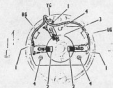

Abb. Nr. 9
- (20) Nutenrad überprüfen, welches zu erkennen ist, bevor eine der Hauptwellen bis auf die minimale Länge von 4,8 mm abgenutzt ist, oder der ange Teil der dritten Nuten (Dreistufen) bis auf die gesamte Breite der Nuten abgenutzt ist (siehe Abb. Nr. 9).
- (21) Prüfen, daß sich die Nuten in den Elektroten frei bewegen können und den Nuten-
- federdruck mit einer Lehre vom Eindruck 140 und 200 g liegen wenn das Unterteil der Nuten mit dem Schlitten in den Nutenkasten bündig abschließt (siehe Abb. Nr. 9). Nutenrad erneuern sofern die Feder unzufriedenstellend sind.
- (22) Anker auf offene oder kurzgeschlossene Kreise testen. Stromlasteile von 110V und 15 Watt verwenden und fehlerhaften Anker erneuern.
- (23) Zahnrad auf Beschädigung oder übermäßige Abnutzung prüfen. Ggf. erneuern.
- (24) Zerlegungsschritte (13) bis (19) in umgekehrter Reihenfolge vornehmen. Folgende Punkte beachten.
- (a) Sofern eine der Nutenräder oder Schalter ausgetauscht werden müssen, Motorleitungen an den Nutenkontakten isolieren. Wird ein neuer Schalter zu einem Einstufen-Motor eingebaut, den dritten Draht, gelb und grün, an Schaltersanschluß lösen. Ein Mittelstück mit hohem Schmelzpunkt verwenden um beim Einbau neuer Einheiten die Leitungen an den Nutenkontakten wieder in der in Abb. Nr. 9 gezeigten Reihenfolge anzuschließen. Gewährleisten, daß die Leitungen auf der Innenseite der Schaltersformseparierung liegen wenn sie in Getriebe eingebaut werden.